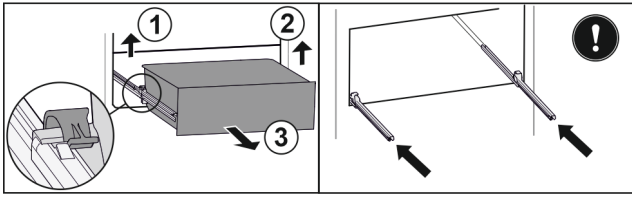

Fig. 118
- ▶ Повдигнете лявата скоба и едновременно с това изтеглете напред чекмеджето отляво. Fig. 118 (1)
- ▶ Повдигнете дясната скоба и едновременно с това изтеглете напред чекмеджето отдясно. Fig. 118 (2)
- ▶ Извадете чекмеджето напред. Fig. 118 (3)